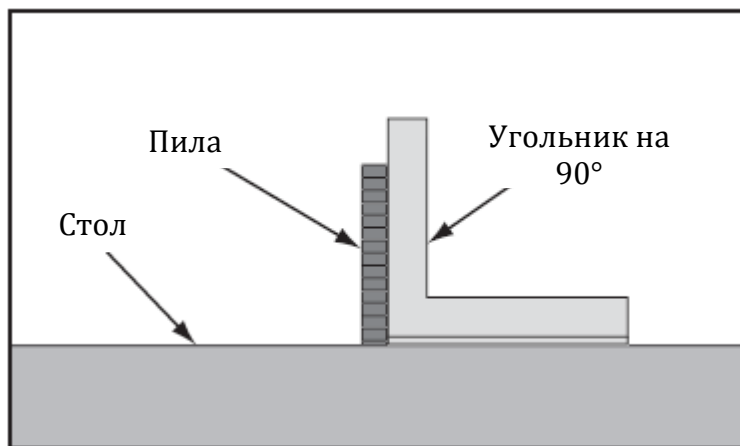

Рис. 62. Проверка пилы на угол 90°
3. Поставить угольник на 90° к столу и пиле, так чтобы он соприкасался с пилой равномерно снизу доверху, как показано на рис. 62. Проверить, чтобы зубья пилы не препятствовали установке угольника.
- 6. Поставить угольник к пиле, как показано на рис. 62, затем производить регулировку пилы до тех пор, пока она не будет перпендикулярна столу.